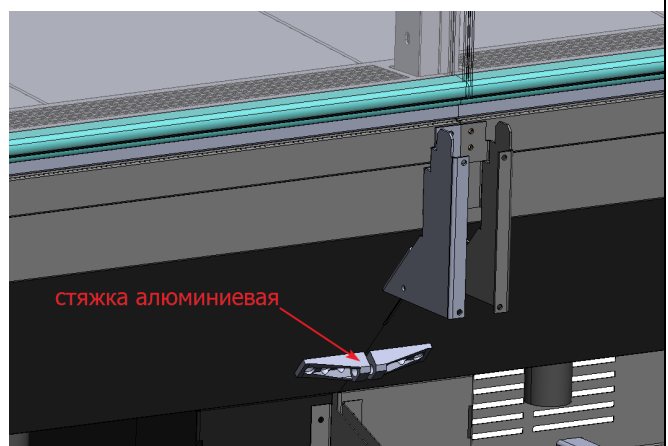

рис. 4
- через стяжки алюминиевые с помощью винта M8x40 и гайки M8 (рис.4 и 5)